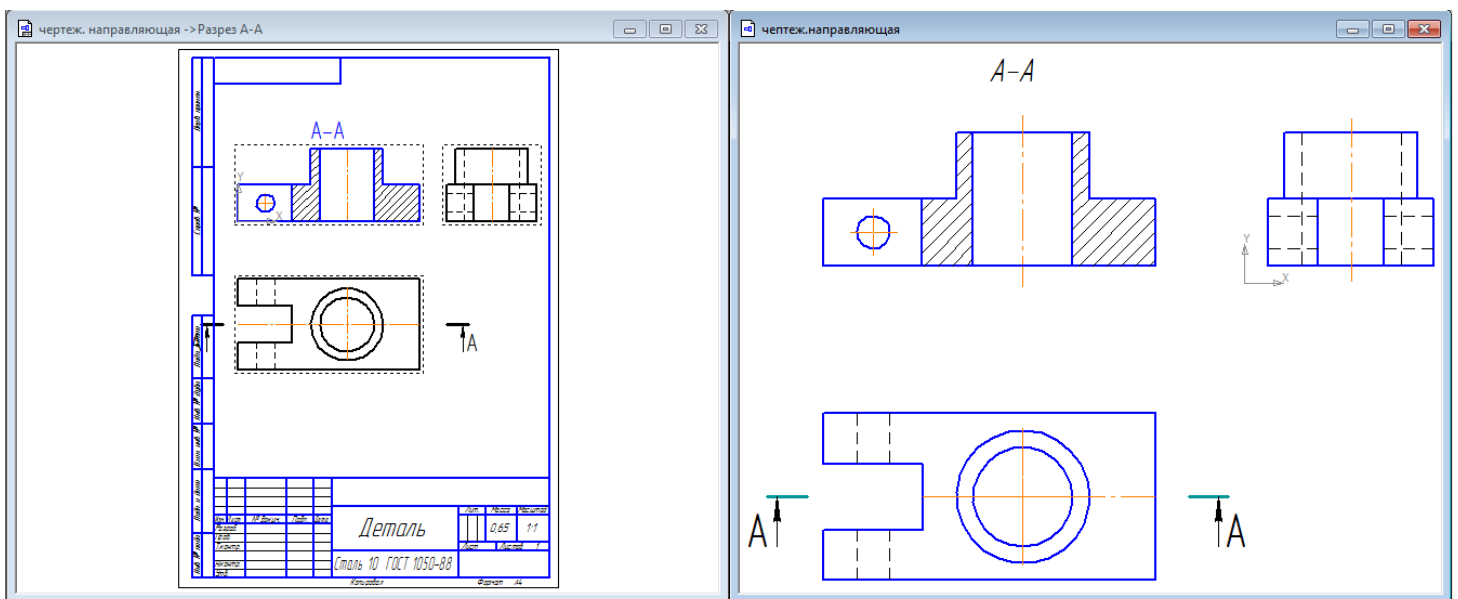

Рис. 19
- строка **Меню – Окно – Мозаика вертикально**. Активизируя каждое окно, выполните команду – **Показать все** (рис. 19). Сравните полученные изображения.